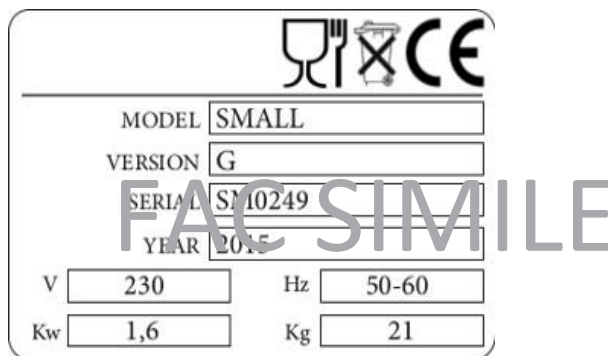

Рис. 2.2. – Шильдик на оборудовании
Оборудование сопровождается шильдиком (Рис. 2.2.) со следующей информацией: модель, марка, серия, год выпуска, напряжение, частота, мощность, вес.
Частота	Смотрите шильдик (см. Рис. 2.2.)
Величина тока	Смотрите шильдик (см. Рис. 2.2.)
Номинальное напряжение	Смотрите шильдик (см. Рис. 2.2.)
Серийный номер и данные оборудования указывают на шильдике (см. Рис. . 2.2), прикрепленном к основанию машины (9).